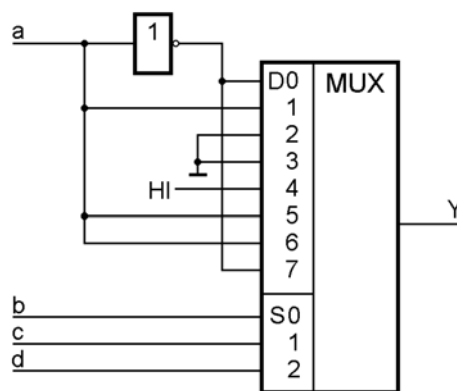

Abb. 19
32. Welche Schaltfunktion realisiert die in Abb. 19 gezeigte Anordnung? (Angabe als Wahrheitstabelle und Schaltgleichung.)